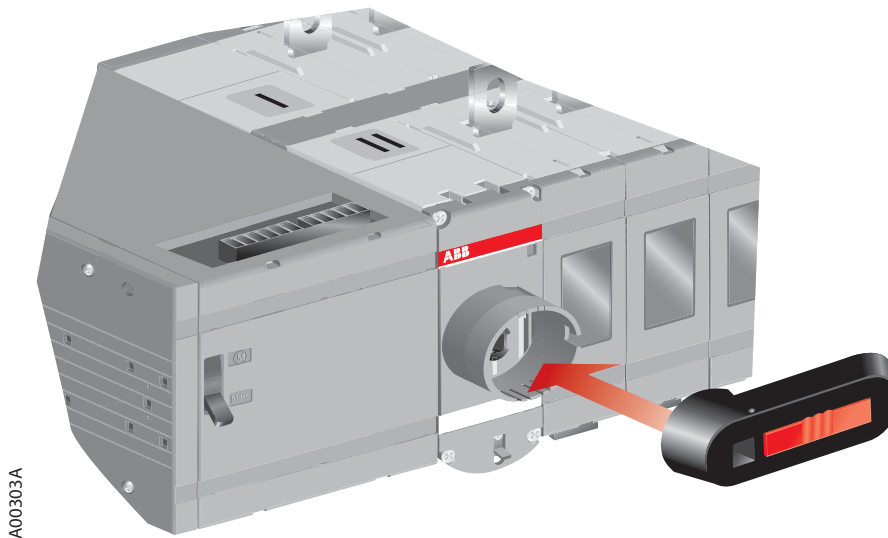

Figura 6-6 Colocando la maneta
2. Coloque la maneta presionándola contra el panel de maniobra hasta que encaje en su lugar. Puede colocar la maneta en cualquier posición. Vea figura 6-6.